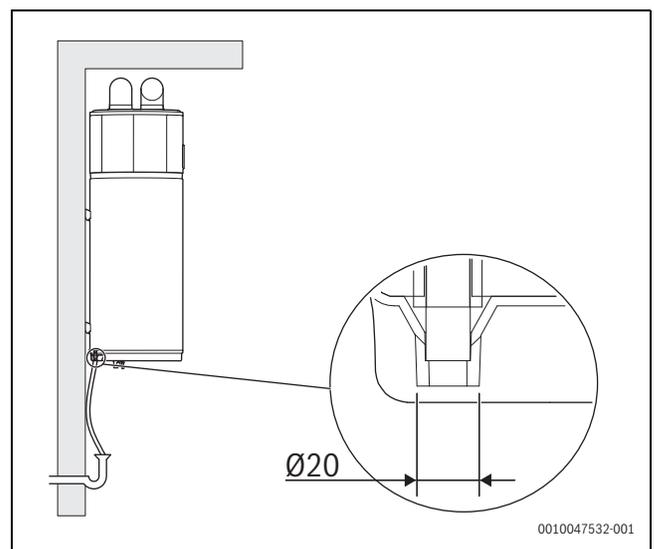

Fig. 21 Conexión del conducto de condensados
- ▶ Conectar un tubo flexible Ø 20 mm (fig. 21).